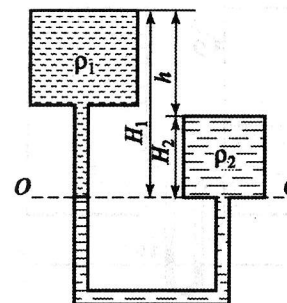

Рис. 2.11
**Задача 2.12.** В сообщающихся сосудах находятся две несмешивающиеся жидкости с плотностями  $\rho_1$  и  $\rho_2$ . Определить позицию свободных поверхностей жидкостей  $H_1$  и  $H_2$  по отношению к плоскости сравнения  $O-O$  (рис. 2.11), если  $\rho_1 = 1000 \text{ кг/м}^3$ ;  $\rho_2 = 1200 \text{ кг/м}^3$ ;  $h = 11 \text{ см}$ .